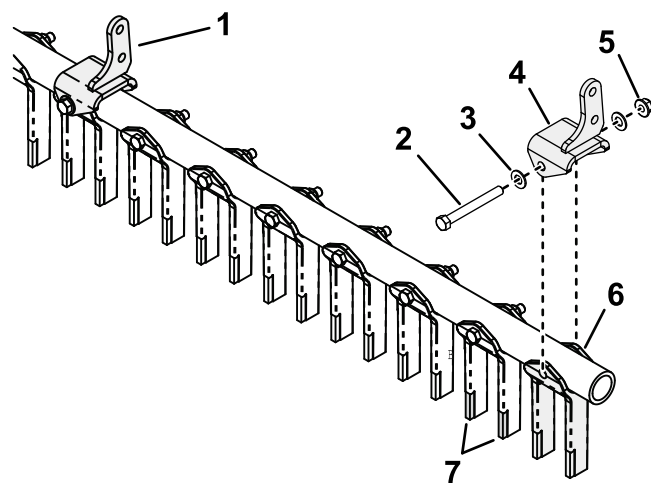

Figure 2
1. Montez les dents et leurs supports sur la barre porte-outil, comme montré à la Figure 2.